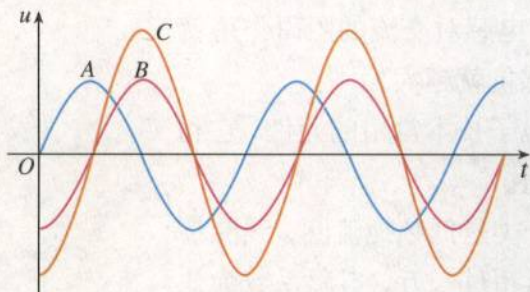

图 5.2-5 比较它们的峰值、相位和周期
6. 有 A、B、C、三条导线, 它们与大地之间的电压随时间变化的规律如图 5.2-5 所示。这三个电压中, 哪两个的峰值相同? 哪两个的相位相同? 它们的周期有什么关系?